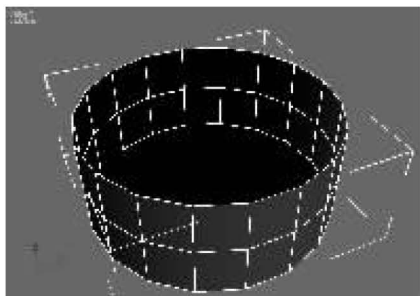

图 7-62 显示内部
(3)右击圆柱体,从弹出的快捷菜单中选择“转化为”|“转化为可编辑多边形”命令,激活“多边形”子对象,在透视图选中最上方的面并删除,这时我们发现圆柱体的内部没有显示出来。右击圆柱体,选择快捷菜单中的“属性”命令,从弹出的“对象属性”对话框中选中“显示属性”选项区的“背面消隐”复选框,再单击“确定”按钮,效果如图 7-62 所示。